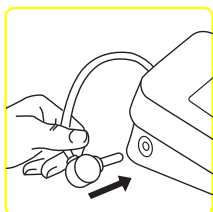

Fig. 1
1. Conectați furtunul de aer la conector (Fig. 1).